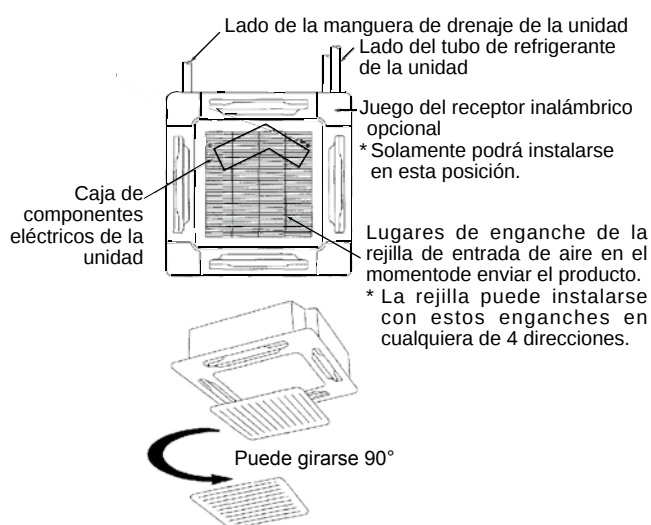

Fig. 9-15
- Con este panel del techo, las direcciones del enrejado de la rejilla de aire cuando instale múltiples unidades y la posición de la etiqueta que muestra el nombre de la compañía en el panel de la esquina pueden cambiarse de acuerdo con lo que solicite el cliente. Sin embargo, el juego del receptor inalámbrico opcional sólo podrá instalarse en la esquina de la tubería del refrigerante de la unidad del techo. (Fig. 9-15)